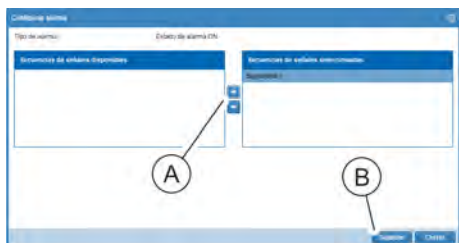

Fig. 126: Ventana "Configurar alarma"
7. ▶ En la ventana "Configurar alarma", seleccione una secuencia de señales y desplácela hasta el campo "Secuencias de señales seleccionadas" con el botón "→" (Fig. 126/A). Confirme la selección con el botón "Guardar" (Fig. 126/B).